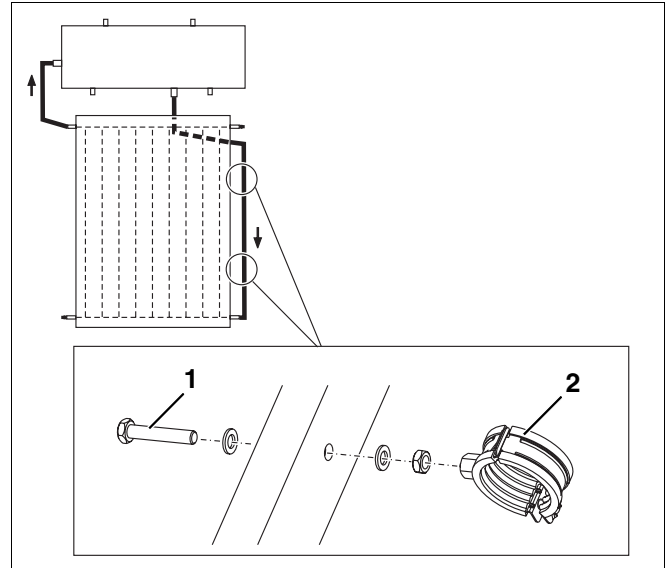

Fig. 20 Fijación de la abrazadera de tubo al apoyo derecho de 45°
- ▶ Atornille las abrazaderas de tubo adjuntas (fig. 20, **pos. 2**) al apoyo largo de 45° derecho por medio de los tornillos M8 × 40 (fig. 20, **pos. 1**), las arandelas y las tuercas.